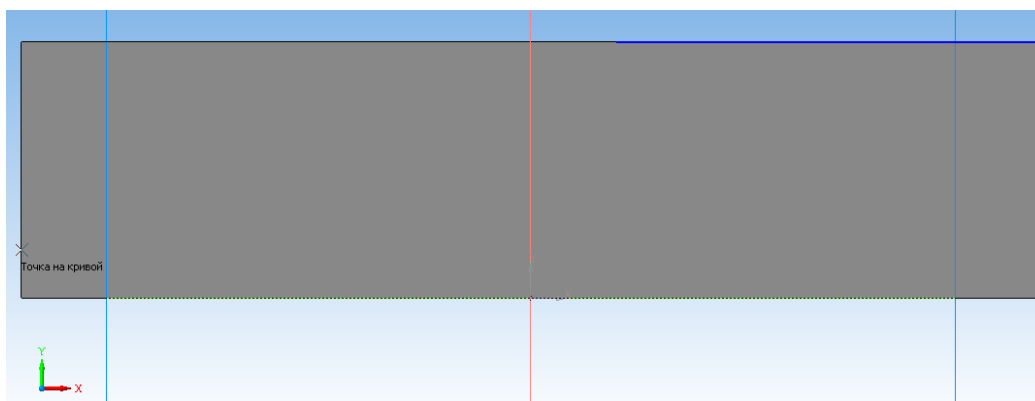

Рисунок 13.18 – Построение первого отрезка
5. Постройте на поверхности эскиз треугольника и затем вырежьте его. Для этого выберите Отрезок, длина 25 мм (рисунок 13.18).